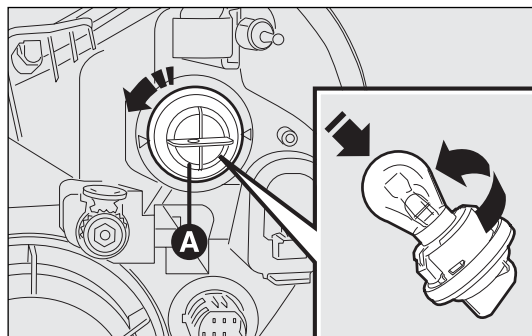

fig. 189
- girar hacia la izquierda el portalámparas A-fig. 189 y extraerlo;